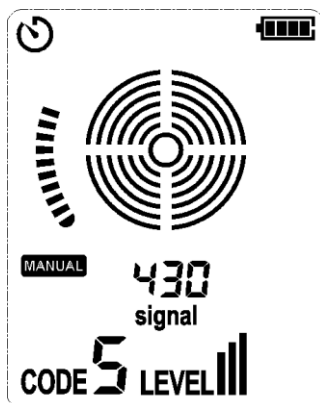

Figura 7.1.4b Segnale rilevato
- Utilizzare il sensore per scansionare l'obiettivo e identificare il livello massimo del segnale. Durante il tracciamento del cablaggio, regolare regolarmente la sensibilità in modo che l'intensità del segnale si mantenga in un certo intervallo (ad esempio, 300~600), come mostrato nella Figura 7.1.4b. La sensibilità può essere aumentata o diminuita premendo il pulsante SU o GIÙ. Se l'intensità del segnale è troppo alta, impostare il livello di trasmissione su II o I (per l'impostazione specifica, vedere "6.1 Impostazione UT25CL-T").